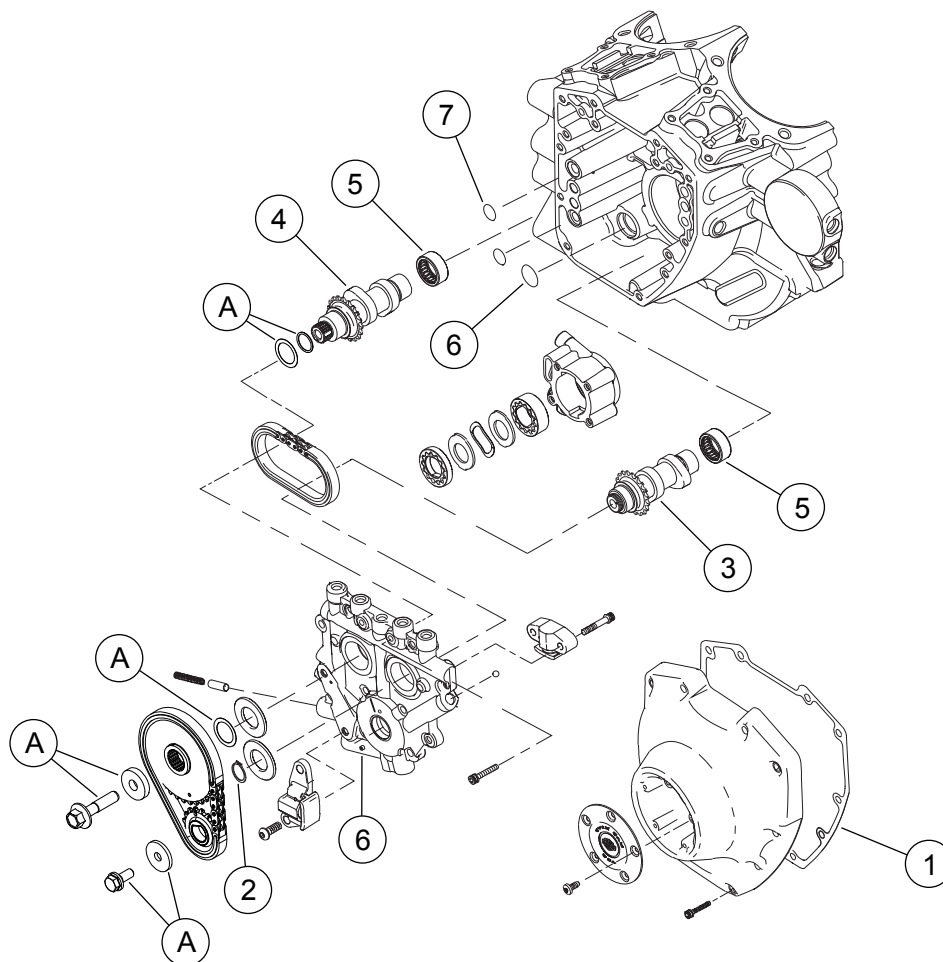

Figure 3. Pièces de rechange : Kit Stage 4 Screamin' Eagle Pro TC (96 po. cu. à 103 po. cu.)
Voir Figure 1 à Figure 3 , et Tableau 1 à Tableau 3 .
1. Voir Figure 3 . Inspecter les roulements à aiguilles d'arbre à cames (7) et les remplacer si nécessaire.
2. Voir Figure 1 à Figure 3 . Monter les cames sur la plaque de came, les culasses de performance et la partie supérieure du moteur en utilisant les pièces du kit. Se reporter aux sections MOTEUR concernées dans le manuel d'entretien.